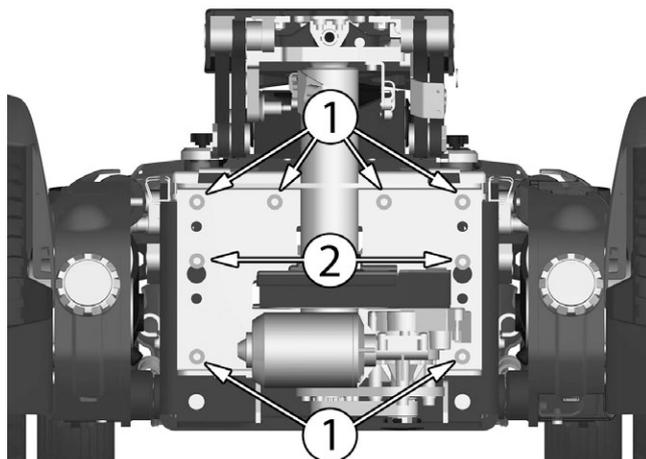

Abbildung 78. Die AP Sitzhöhenverstellung ist mit acht Schrauben an der Vorderkante befestigt.
1. AP Sitzhöhenverstellung in das Fahrgestell einbauen. Die sechs Schrauben (1) abmontieren und die beiden Schrauben (2) festziehen, die die Höhenverstellung an der Vorderkante halten. Siehe Abbildung. 78.